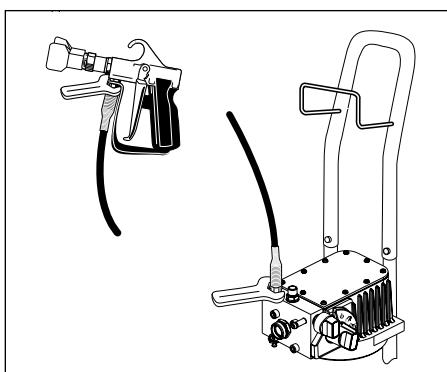

Figure 4 - Raccordement Du Tuyau
- Attacher le tuyau de haute pression à la pompe et au pistolet en utilisant une clé de 11/16 po (Voir Figure 4). Ne pas attacher l'assemblage d'aspiration à ce moment.